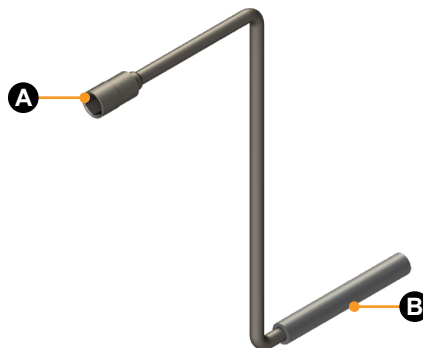

Fig. 9
I. Retire la manivela manual (Fig. 9).
D. Inserte la manivela manual (Fig. 9) en el eje de transmisión manual.
F. Retire la manivela manual (Fig. 9).